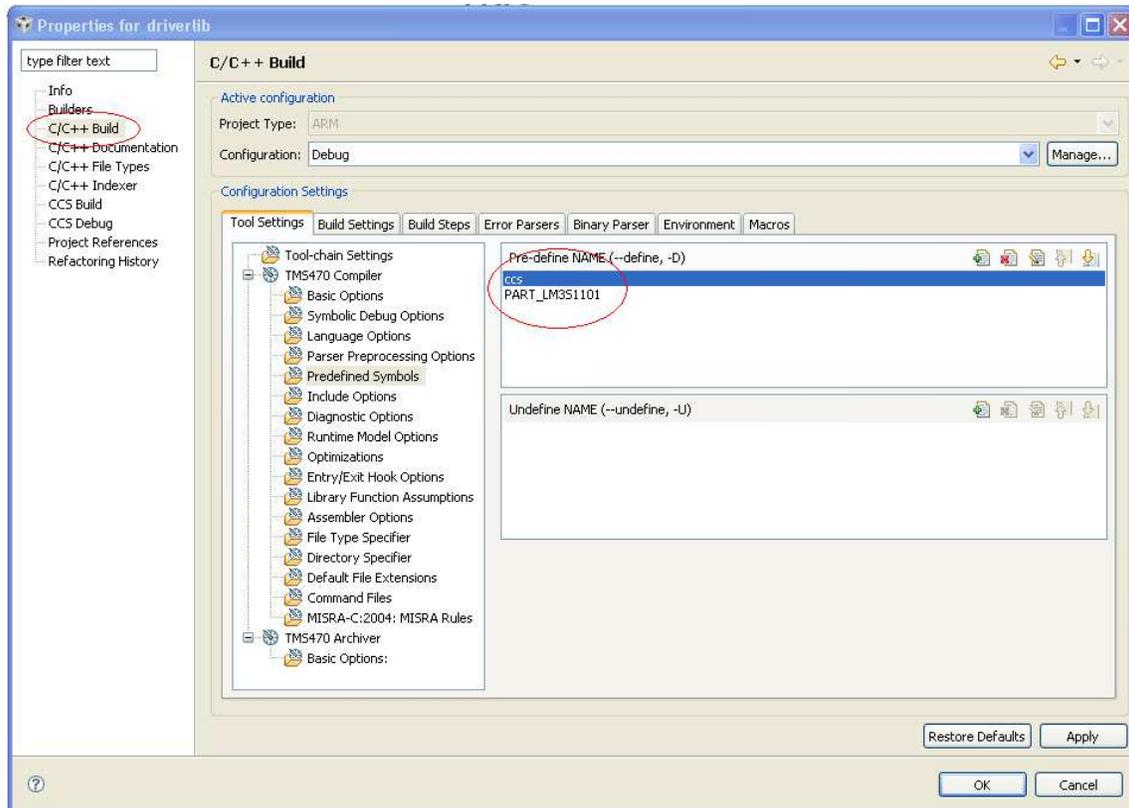

图 28. 针对 **driverlib** 的属性（预先定义的名称）
9. 下一步，如图 28 中所示，选择 **Predefined Symbols** 并通过单击  按钮来把附加定义添加到 **Pre-define NAME** 部分中。如图 28 中的红圈所示，添加预先定义的名称。请注意大小写并包含以下两个符号：